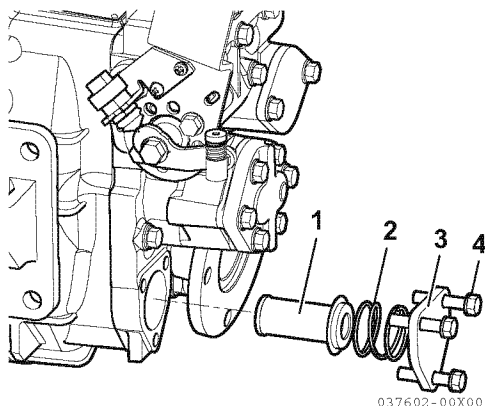

Figura 2
4. Quite los tres pernos M8 x 40 (4, **Figura 2**) así como las arandelas.
5. Quite la cubierta (3, **Figura 2**), el resorte (2, **Figura 2**) y el colador (1, **Figura 2**).
*Nota: El colador de aceite (1, **Figura 2**) debe lavarse con aceite limpio cuando cambie el aceite.*